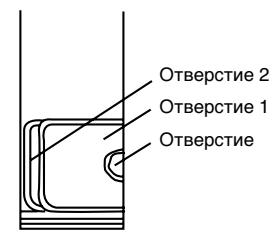

Рис. 5
1. При протяжке трубопровода и электропроводки слева или справа от внутреннего блока по мере необходимости освободите заделанные отверстия на шасси (см. рис. 5)